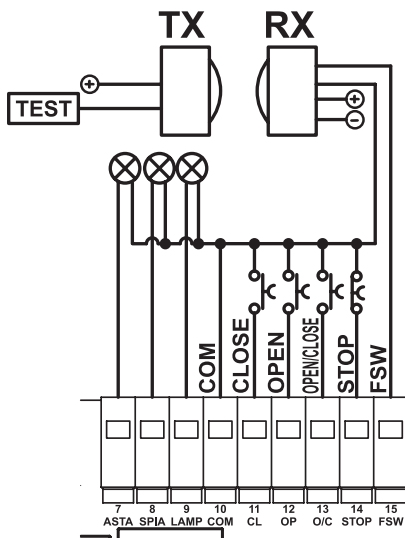

Fig. 3
5.2. MORSETTIERA CN2 (Fig. 3)	pag.3
5.2. MORSETTIERA CN2 (Fig. 3)